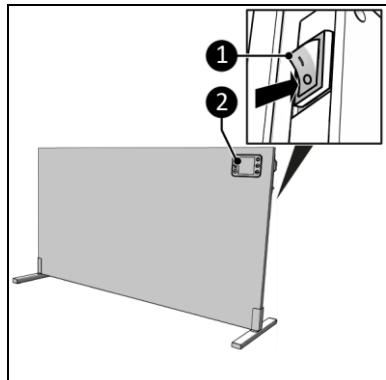

Abbildung 17
1. Stellen Sie den Hauptschalter am Gerät auf die EIN-Position (Abbildung 17, Pos. 1).
2. Die Anzeige (Abbildung 17, Pos. 2) zeigt AUS an.
- die Schalttafel (Abbildung 17, Pos. 2) oder;
5. Das Display (Abbildung 17, Pos. 2) zeigt die Umgebungstemperatur an.